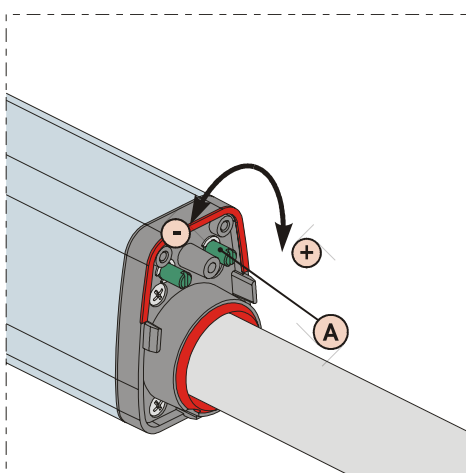

Fig. 19
- 2) Para regular el final de carrera de **cierre FCC** use el tornillo de regulación, Fig.19 ref.A, girándolo en sentido horario para aumentar la carrera del vástago y viceversa, girándolo en sentido antihorario para reducirla.